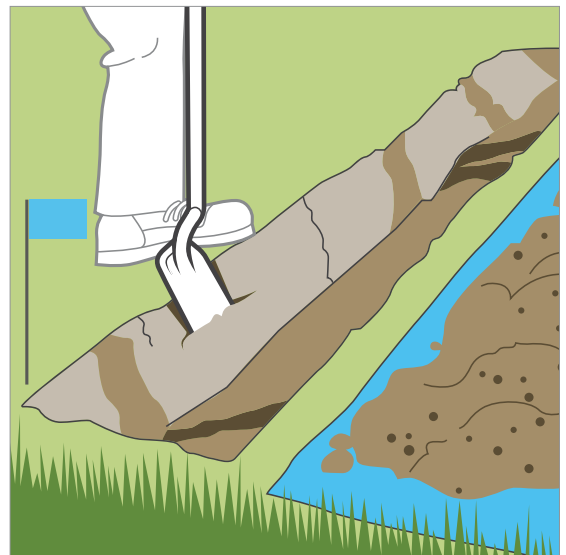

Abbildung 2
4. Ausheben von Gräben: Prüfen Sie die lokalen Verordnungen. Wenn keine Verordnungen für die Tiefe der Regnerhauptleitung in Ihrer Gemeinde vorliegen, graben Sie 25 bis 30 cm tief. Abzweigungen graben Sie 15 bis 20 cm tief. Diese Arbeit können Sie von Hand oder mit einer Grabenfräse durchführen. Grabenfräsen sind bei den meisten Baumaschinenverleihen erhältlich. *Abbildung 2*